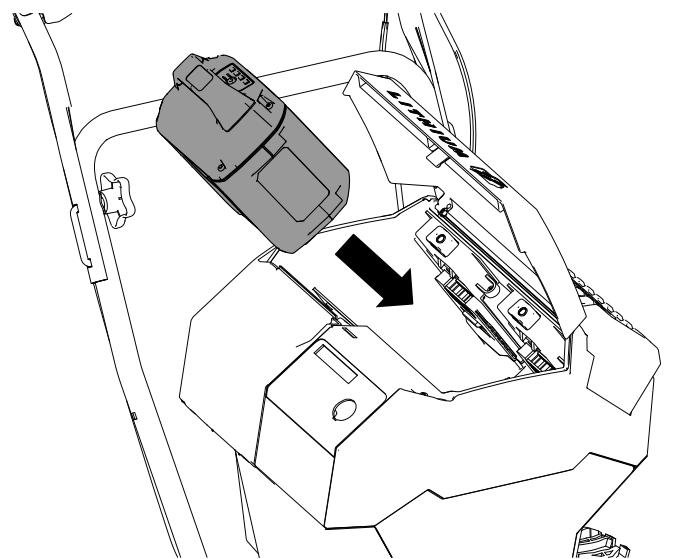

Figure 11
- Placez le creux de la batterie en face de la languette sur la machine, et insérez la batterie dans le compartiment jusqu'à ce qu'elle s'enclenche en position (Figure 11).